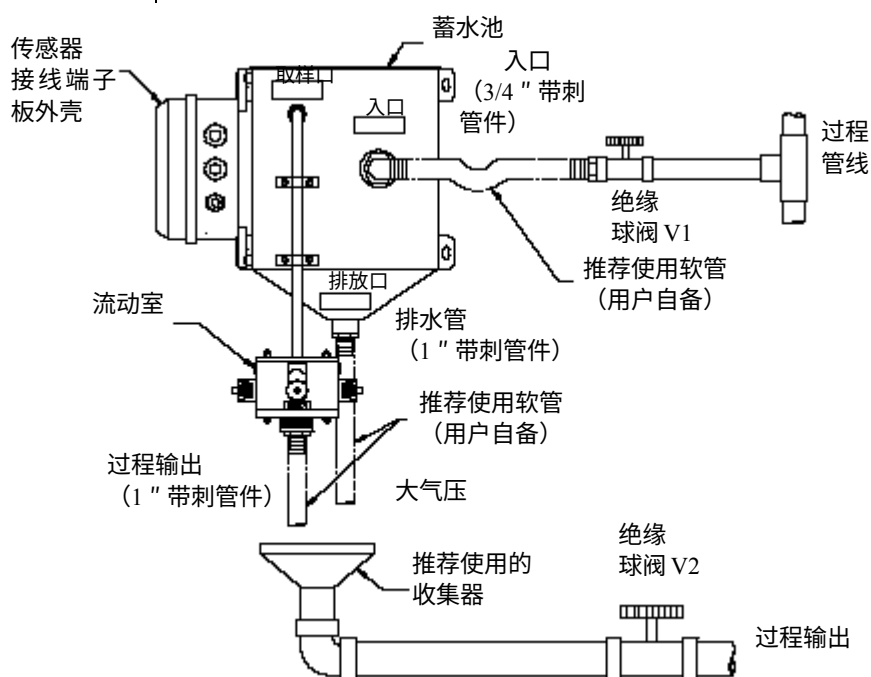
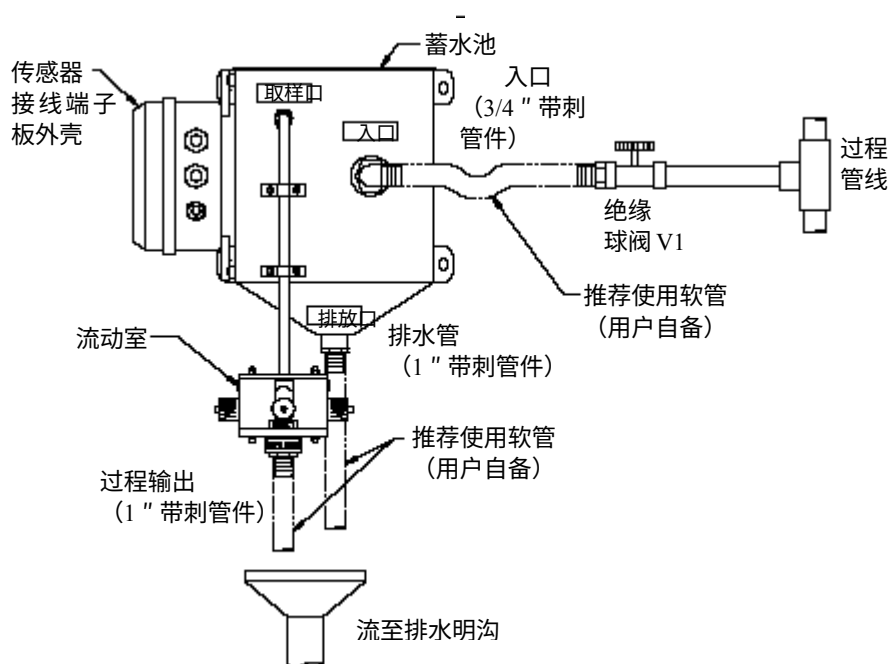

图 2-1 推荐闭合回路传感器管道线布置
图2-2 推荐样品迁回线传感器管道布置
8324 型浊度传感器应安装（户内或者户外）在距离 T53 型分析仪安装位置的 30 英尺（9 米）之内。可以使用闭合回路管道布置（图 2-1）以“直线”列队形式来安装传感器，或者使用明渠管道布置（图 2-2）以样品迂回线形式来安装传感器。
将过程管道连接入 8324 型传感器入口接头。取样口及排放口处的管道推荐使用集水管（见图 2-1）或者使用排水明沟（见图 2-2）。传感器用带倒刺的软管方便地安装。如有需要，则用管件替换这些带倒刺的零件或者拆去带倒刺零件，从而连接不同尺寸的管件（3/4 英寸 NPT(常温常压)及 1 英寸 NPT(常温常压)）。
**注意：**用聚四氟乙烯胶带密封入口及出口处的连接，不要使用管道涂料或者其它的液体密封剂。**建议：**在对传感器进行校准或者拆卸传感器时，推荐使用球阀（图 2-1 中的图标 V1 和 V2）从而方便地将传感器隔离，迂回管线布置（图 2-2）仅需要一个球阀（V1）。